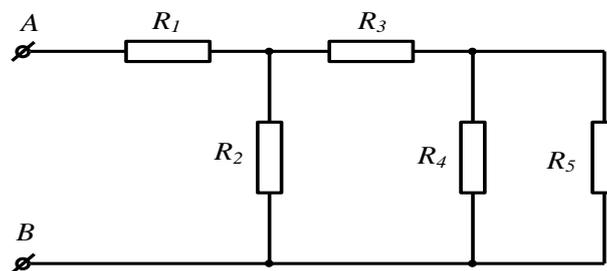

Рисунок 16
**Задача 14.** Определить токи ветвей (рис. 16), если напряжение на входе цепи  $U_{\text{AB}}=12\text{В}$ ,  $R_1=2,5\text{Ом}$ ,  $R_2=6\text{Ом}$ ,  $R_3=2\text{Ом}$ ,  $R_4=1,5\text{Ом}$ ,  $R_5=3\text{Ом}$